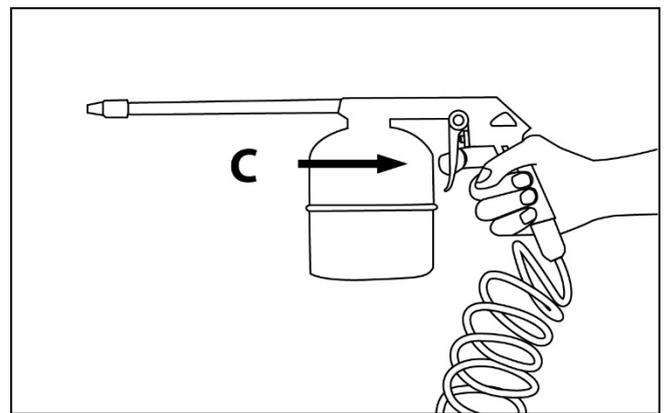

Рис.18
4. Распылитель готов к работе. Для работы нажмите рычаг **С** (рис. 18).